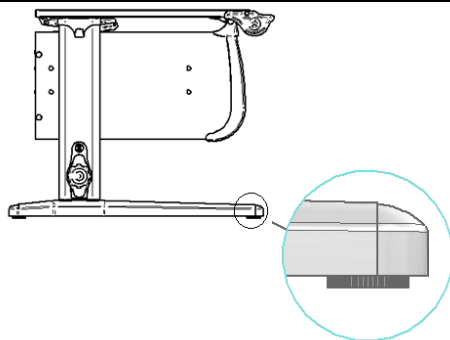

Рис. 24
6.1. Стол следует устанавливать на ровную горизонтальную поверхность, обеспечивающую опоры всех ножек, при необходимости отрегулировать стол ножками (см. рис. 24) до горизонтального положения столешницы.